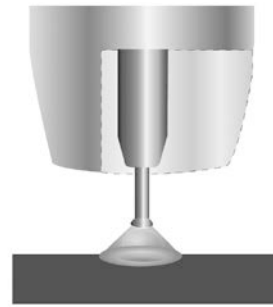

Fig. 31
5. Un arc apparaît au point de séparation de la gouttelette, alors que la chaleur et la force de l'arc écrasent la gouttelette dans le bain de fusion. La chaleur de l'arc fait fondre légèrement l'extrémité du fil alors qu'il est entraîné vers le métal de base (fig. 31).